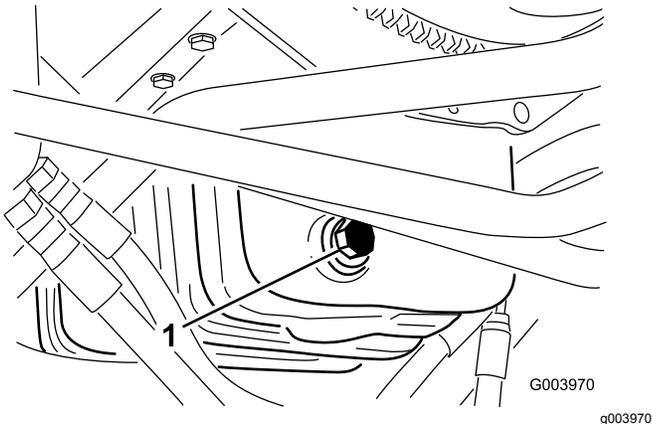

Figure 48
1. Retirez le bouchon de vidange (Figure 48) et laissez couler l'huile dans un bac de vidange.